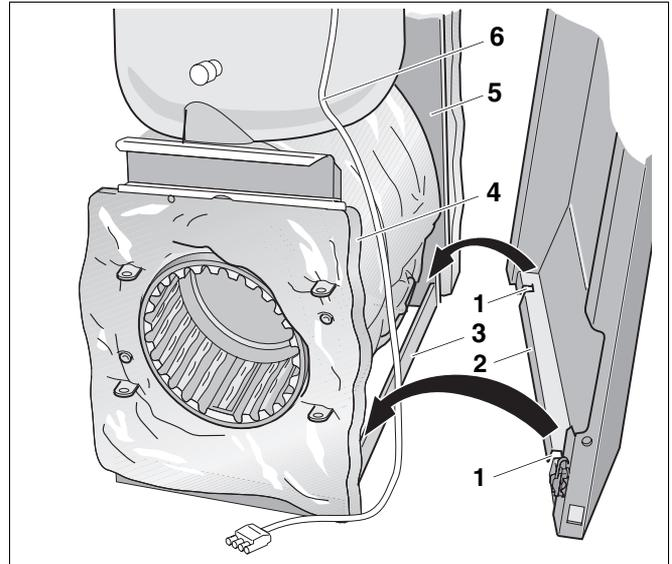

Abb. 15 Seitenwand montieren (hier: rechte Seitenwand)
- Brennerkabel (Abb. 15, **Pos. 6**) wie in Abb. 15 dargestellt verlegen.
- Überlänge des Brennerkabels (Abb. 15, **Pos. 6**) oben auf dem Speicher-Wassererwärmer zusammengerollt ablegen.
- Untere Abkantung der Seitenwand (Abb. 15, **Pos. 2**) auf den Kesselrahmen (Abb. 15, **Pos. 3**) setzen. Die Schlitzlöcher der rechten Seitenwand (Abb. 15, **Pos. 1**) müssen die Vorderwand (Abb. 15, **Pos. 4**) und Rückwand des Heizkessels (Abb. 15, **Pos. 5**) umschließen.